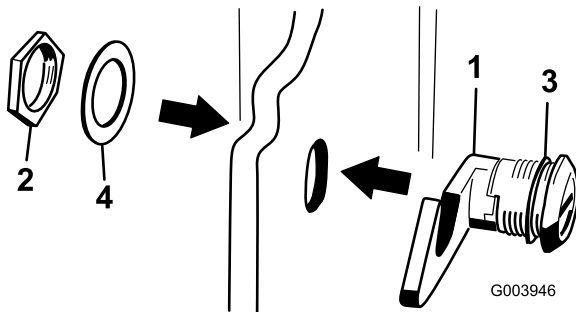

図 16
3. フード・ラッチ・アセンブリからナットを取り外す (図 16)。